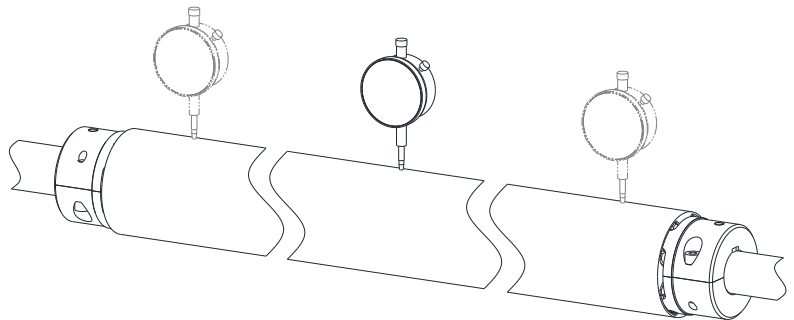

Bild 13
- Die Messuhr wird an mehreren Punkten entlang des Zwischenrohres (idealerweise in der Mitte und nahe den Kupplungsnahten) positioniert (siehe Bild 13).